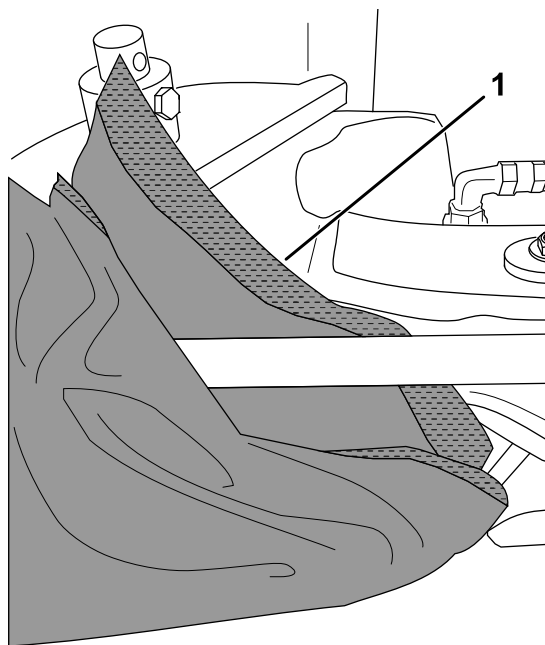

Figura 12
6. Avvolgete le lunghezze maggiori della copertura tra il cilindro idraulico e l'articolazione del fresa ceppi e fatele aderire tra loro (Figura 12).